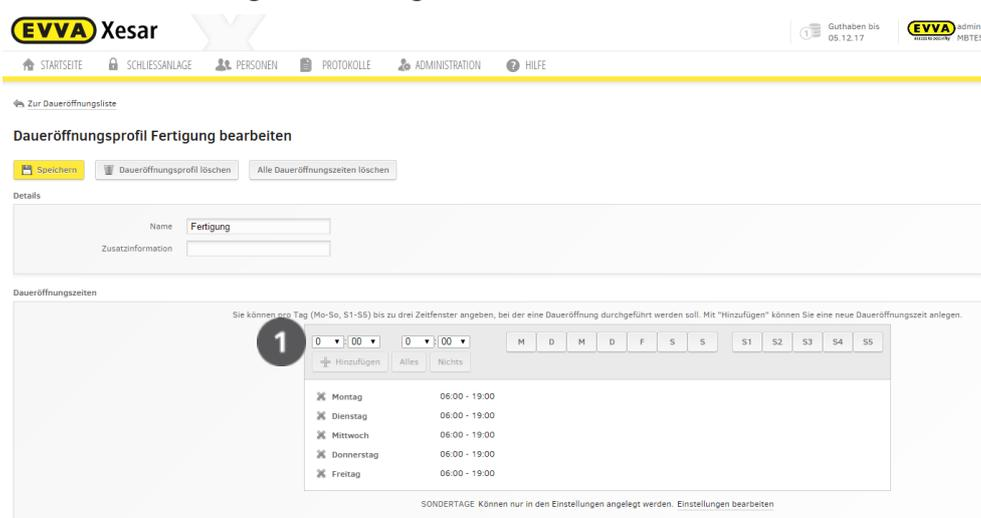

Abbildung 103 - Daueröffnung konfigurieren
- Um einen Tag zu löschen, **1** klicken Sie auf das „X“ links vom Eintrag(Abbildung 103 - Daueröffnung konfigurieren).